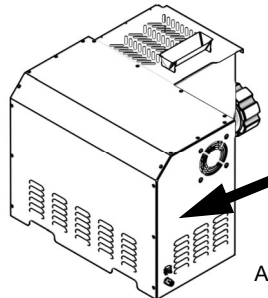

Abb. 1.7.2
1.7.1 - Hinweis- und Gefahrenschilder (Abb. 1.7.2)